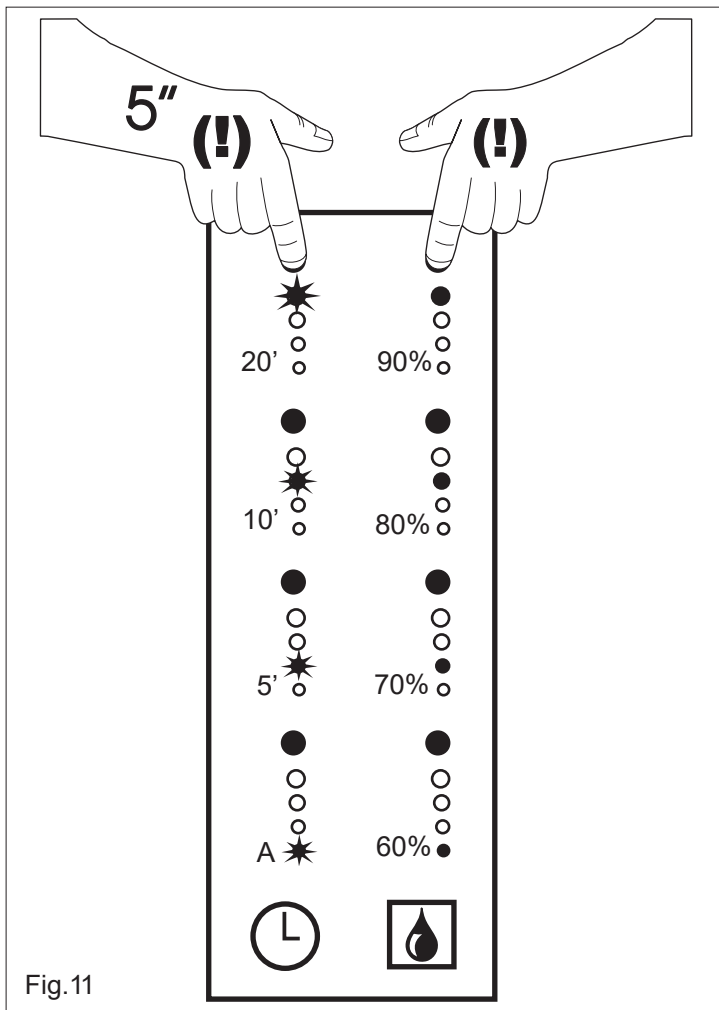

Fig.11
Hygrostat: (Appareil fourni préréglé sur la position 60%). Le réglage de la consigne d'humidité se fait uniquement en appuyant sur la touche (5 fig.11). La visualisation de ce réglage se fait par l'intermédiaire les quatre témoins lumineux qui s'allument en fonction de la valeur choisie : 60 70 80 90%. Si vous désirez modifier le réglage de la valeur d'hygrométrie, c'est à dire maintenir dans la pièce un taux d'humidité supérieur à 60%HR, appuyer sur la touche (5) jusqu'à l'obtention de la valeur choisie.